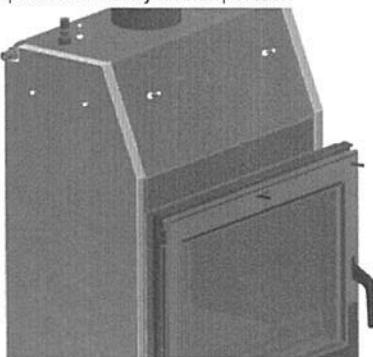

FIG. 5
2. Insira os vários painéis nos bujões, na posição especificada, de forma a que a folha de alumínio seja a face visível e que os recortes das várias peças encaixem nas entradas da caixa metálica. **fig.5**